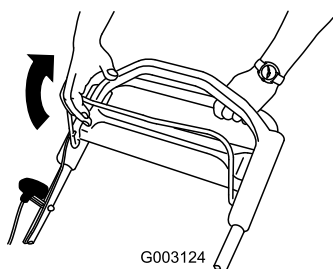

Bild 22
2. Ziehen Sie den Schaltbügel gegen den Holm (Bild 22).